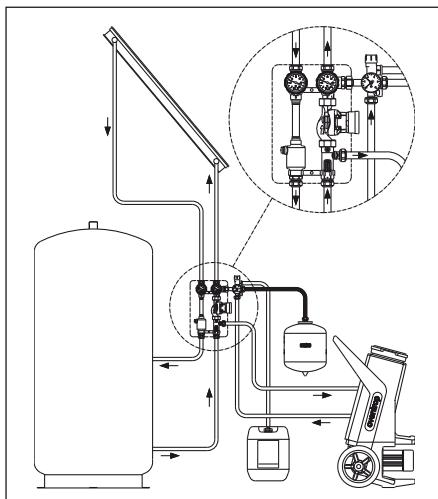

Fig. 6.13 Riempimento tramite gruppo di sicurezza e misuratore di portata
- Collegare la stazione di riempimento all'impianto solare (Fig. 6.13). Fare attenzione alla direzione di flusso del circolatore!